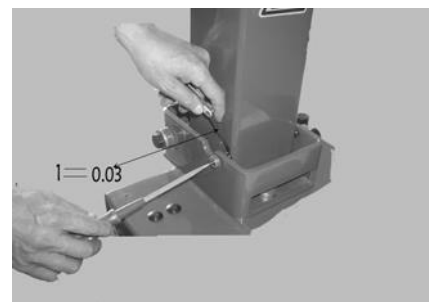

Fig 14A
3.2.5.3 Afstem sætskruen efter søjlens to sider og løsn møtrikkerne på de to sider. Tilpas fridistancen mellem skruehovederne og sidepanelet på søjlen, så den er 0,03 mm (Fig 14A) og lås møtrikkerne.